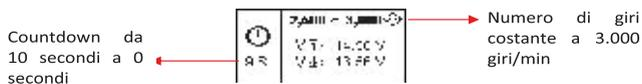

Fig.40
4. Avviare il motore e assicurarsi che l'aria condizionata sia spenta. Premere il tasto di conferma  e seguire le istruzioni come mostrato in Fig.40.